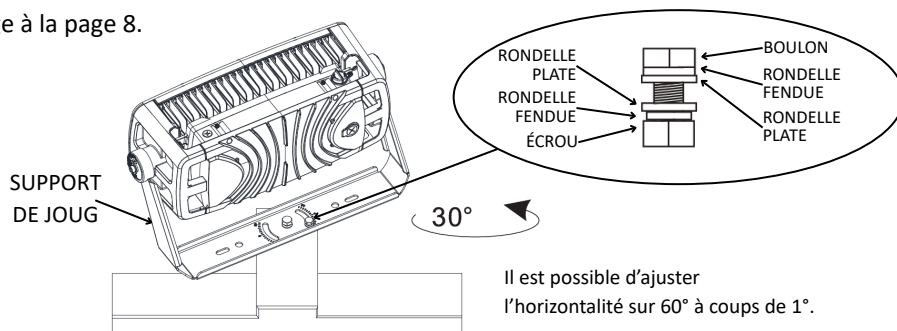

Fig. 2
2. Placer deux boulons avec une rondelle fendue et une rondelle plate sur le support de joug et faire passer les boulons dans les trous percés. Vous pouvez tourner le luminaire sur 30° de chaque côté si vous le désirez. Ajouter une rondelle plate, une rondelle fendue et un écrou à chaque boulon (voir la figure 2).
2. Placer deux boulons avec une rondelle fendue et une rondelle plate sur l'articulation et faire passer les boulons dans les trous percés (figure 9). Vous pouvez tourner le luminaire sur 50° de chaque côté si vous le désirez (figure 10). Ajouter une rondelle plate, une rondelle fendue et un écrou à chaque boulon (voir l'ordre des boulons à la figure 2).